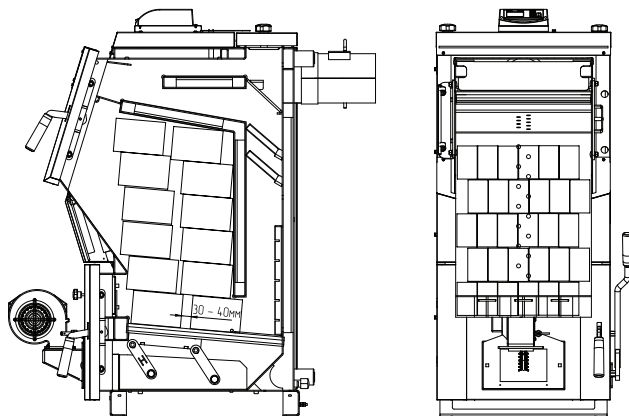
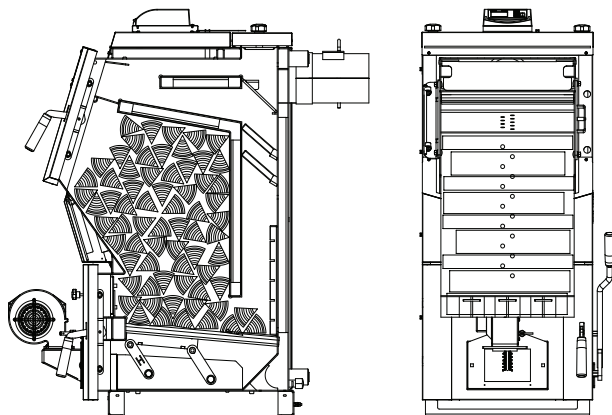
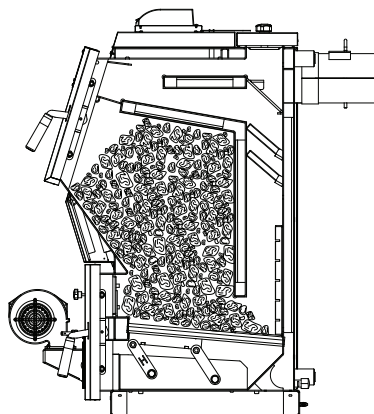

Рис.8 Схема загрузки котла древесными брикетами.
Рис.9 Схема загрузки котла дровами.
Рис.10 Схема загрузки котла углём.
- Заполнить топку котла топливом, равномерно распределяя его по всему объёму в соответствии с **Рис.8, Рис.9, Рис.10**;
| 5 | Повреждение лакокрасочного покрытия загрузочной двери | Несоблюдение схемы загрузки и розжига топлива | Обеспечить загрузку топлива в соответствии со схемой Рис.8, Рис.9, Рис.10 |